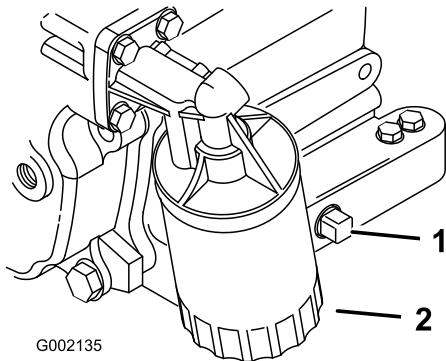

Bild 35
5. Entfernen Sie die Ablassschraube (Bild 35) und lassen Sie das Öl in die Auffangwanne ab. Schrauben Sie die Ablassschraube wieder ein, nachdem das Öl abgelaufen ist.
2. Entfernen Sie den vorhandenen Ölfilter (Bild 35).